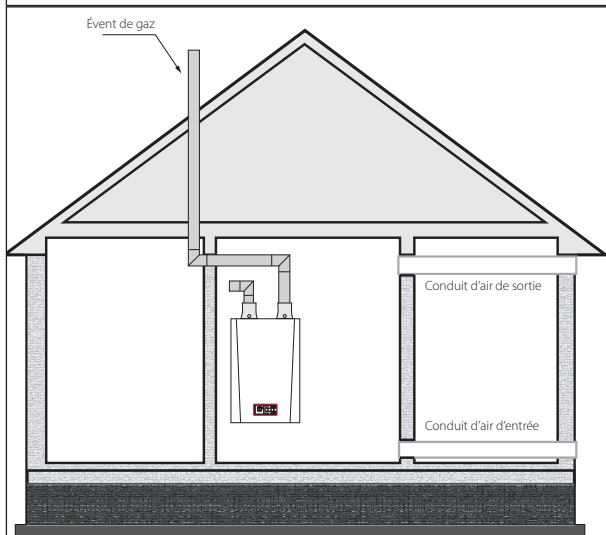

Fig. 4 - L'ensemble de l'air de combustion provient de l'extérieur et passe par des conduits horizontaux
- Lorsqu'elles communiquent directement avec l'extérieur par l'entremise de conduits horizontaux, chaque ouverture doit avoir une superficie libre minimale de pas moins de 1 po ca/2 000 BTU/h de puissance totale requise de tout l'équipement dans l'enceinte. *Voir la fig. 4 ci-dessous.*